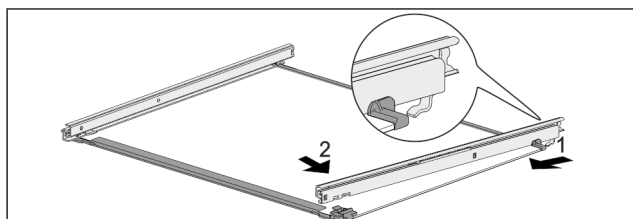

Fig. 126 Placa de vidrio con guías
- Enganche la guía por detrás. Fig. 126 (1)
- Encastre la guía por delante. Fig. 126 (2)